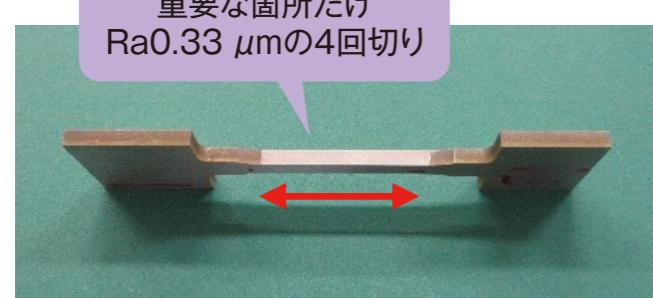

図3:面荒さの差
- 最良面荒さ、 $\text{Ra}0.33\text{ }\mu\text{m}$ 。(厚さ 5 mm 以下の一般鋼材で選択)(図3)